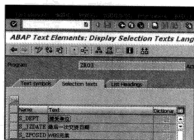

图 11-13 数据类型的划分
STEP 1 选择菜单“转到→文本元素→选择文本”选项, 显示界面如图 11-13 所示